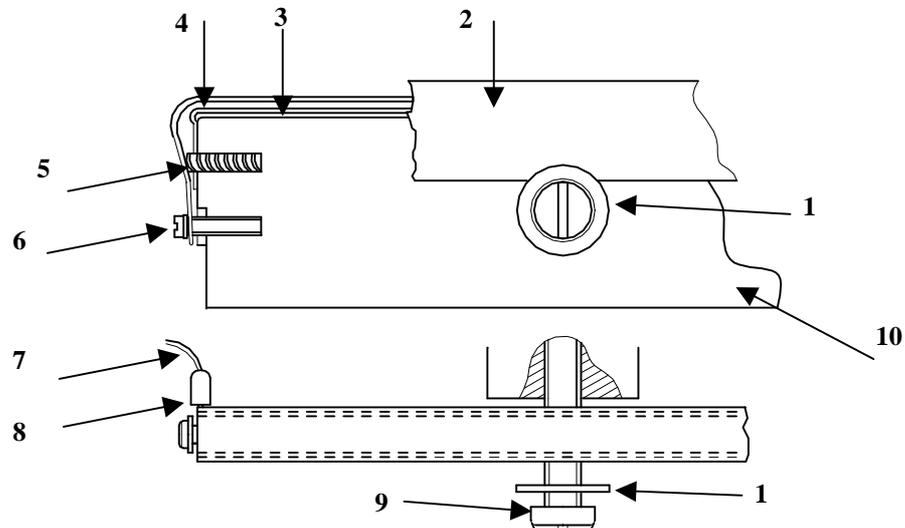
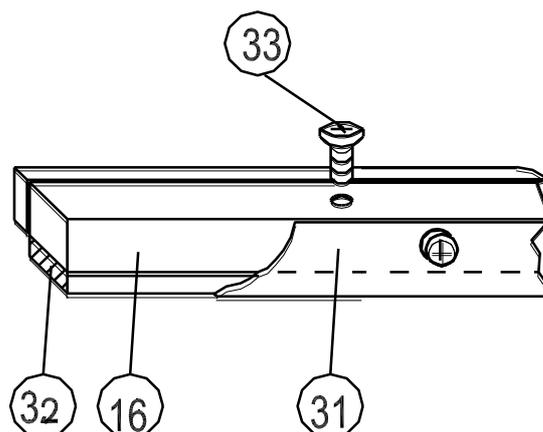
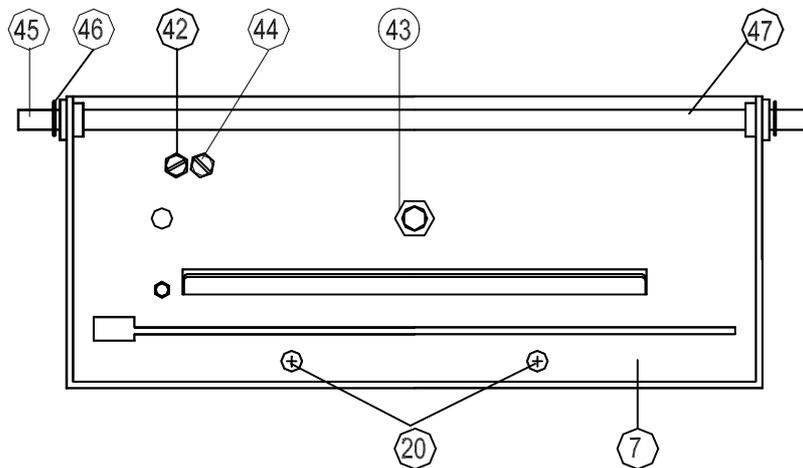

fig. 8
fig. 9
fig. 12
La tela protettiva (n°2 fig. 8) può essere danneggiata per normale usura, per tempi di saldatura impostati eccessivi o per l'introduzione accidentale di strumenti tra le barre.
Per operare più comodamente, staccare i due cavi di alimentazione (n°7 fig. 8) alle estremità della barra.
La resistenza (n°4 fig. 8) può essere deformata o interrotta per l'involontaria introduzione di ferri chirurgici o altri corpi rigidi tra le barre.
- a) Svitare e togliere le due viti (n°6 fig. 8)
- b) Togliere la resistenza danneggiata avendo cura di non perdere le due prese lamellari (n°8 fig. 8) e le due molle di compensazione (n°5 fig. 8)
- c) Controllare lo stato del nastro sottoresistenza (n°3 fig. 8). Se danneggiato, sostituirlo.
la resistenza deve essere mantenuta ben tesa durante il suo bloccaggio mediante le viti (n°6 fig. 8)
La tela protettiva (n°31 fig. 9) e la gomma (n°3 2 fig. 9) della barra mobile superiore (n°16 fig. 8 o n°7 fig. 1) possono usurarsi o danneggiarsi.
- Togliere la barra mobile superiore (n°16 fig. 9) dopo aver svitato le due viti (n°20 fig. 12)
- Rimontare procedendo in senso inverso, avendo cura che la barra mobile superiore sia perfettamente parallela ed allineata con la barra saldante inferiore, prima di serrare le viti (n°20 fig. 12)